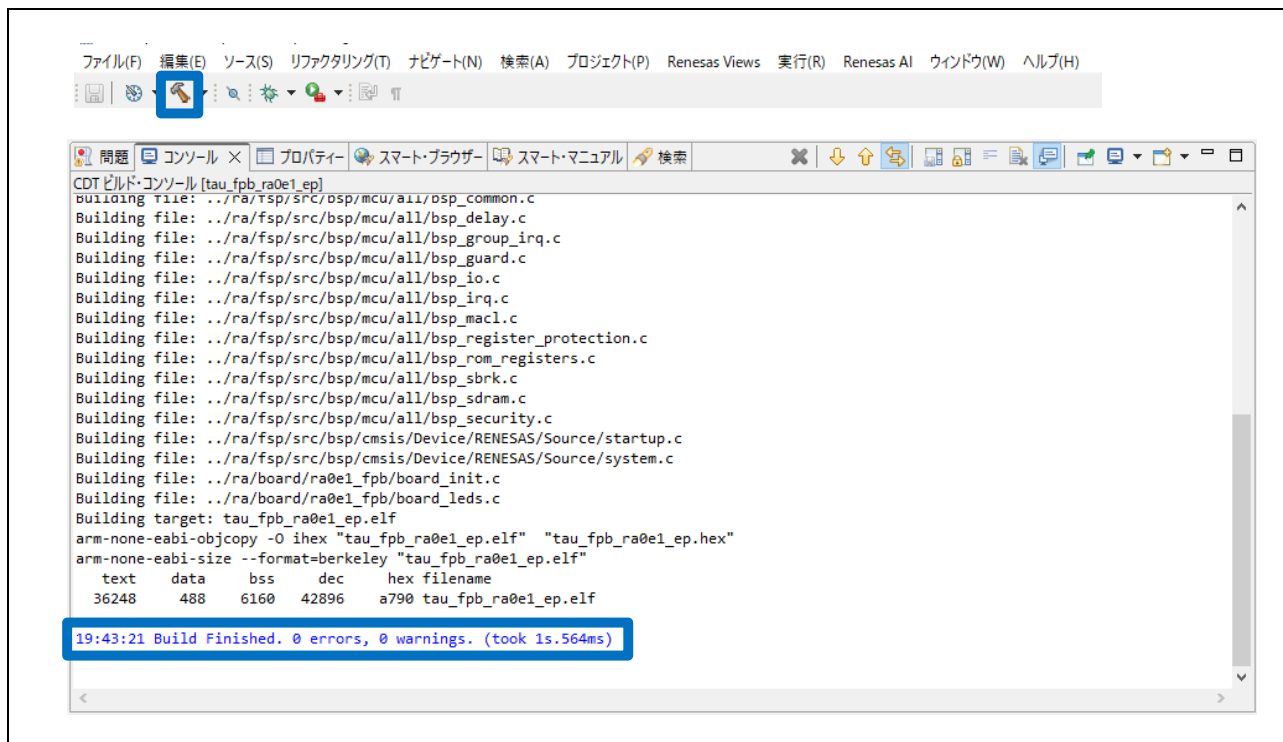

図 2-27 ビルド成功
- (4) サンプルプログラムは、ルネサスから公開されているアプリケーションノートを参照して必要に応じて改良や機能追加ができます。
- (5) ソフトウェアの構成や編集が終了したら、図 2-27 に示すように、メインツールバーの「ビルド」アイコンをクリックします。ビルドが成功すると "Build Finished" と表示されます。